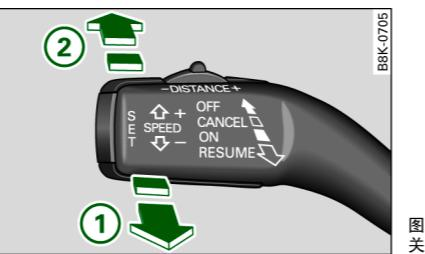

图 124 操纵杆: 打开和
- 将操纵杆拉到位置 ① ⇒ 图 124, 打开该装置。
- 将操纵杆推到位置 ②(卡止), 关闭该装置。■